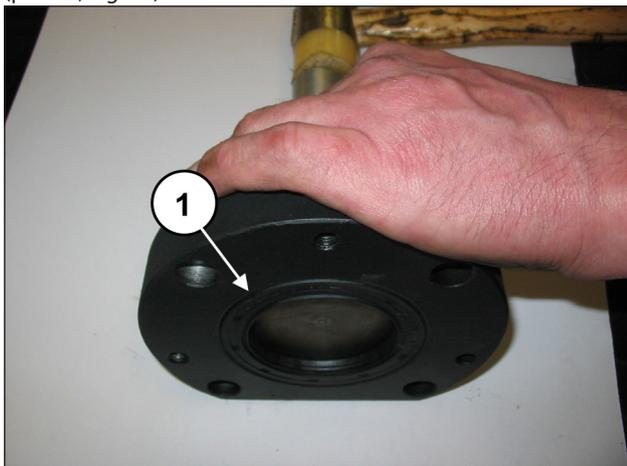

Fig. 29
Estrarre l'anello di tenuta radiale (pos. ①, Fig. 29), l'O-ring esterno (pos. ①, Fig. 30) e l'O-ring del foro di lubrificazione (pos. ①, Fig. 31).